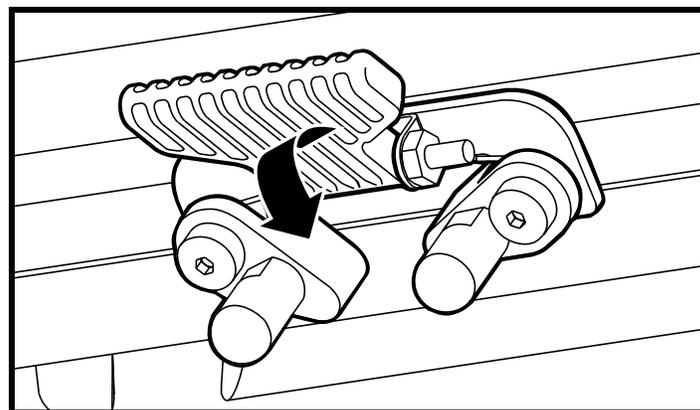

Figure 11. Loquet du siège - fermé
4. Basculez le loquet vers la bas. **Voir la figure 11.**